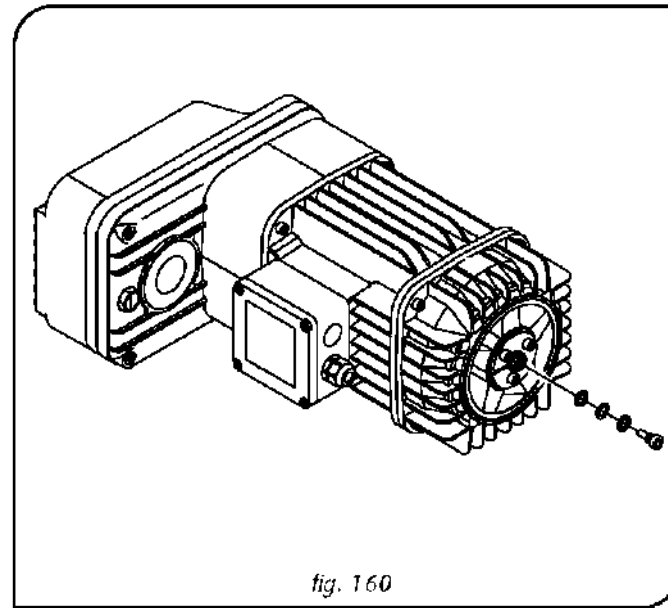

fig. 160
- **Aby zwiększyć moment obrotowy hamulca:** usunąć jedną lub więcej podkładek aż do uzyskania pożądanego momentu obrotowego hamulca (rys. 160). Jeśli wszystkie podkładki są włożone pod wkręt z łbem z sześciokątnym gniazdem, nacisk sprężyny jest minimalny, tak jak i moment obrotowy hamulca.